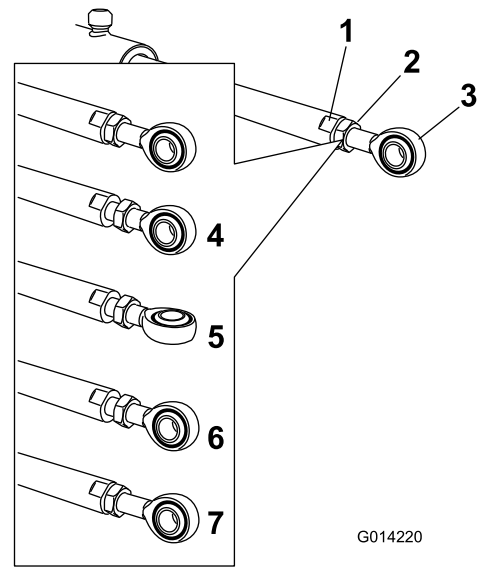

Figura 94
5. Utilizați o cheie pe părțile plate ale tijei dispozitivului de acionare pentru a o imobiliza, apoi slăbiți contrapiulița pentru a permite reglarea tijei cu ureche (Figura 94).
6. Rotiți tija cu ureche în tija dispozitivului de acionare pentru a scurta sau a prelungi dispozitivul de acionare extins în poziția dorită (Figura 94).